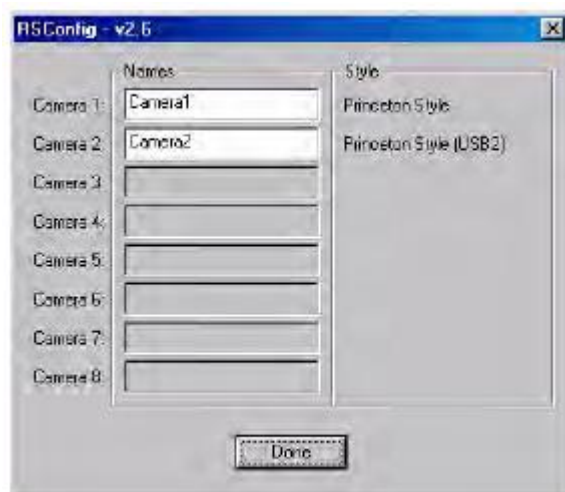

图 101 RSConfig 对话框：两种相机类型
- 4、当出现 RSConfig 对话框（图 101）后，您可以更改相机名或保留预设的“Camera2”。当您完成这些设置后，点击 **Done** 按钮。下面您需要对产生的 PVCAM.INI 文件进行编辑。